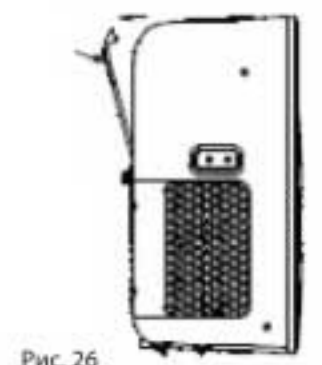

Рис. 26
- 1.1. Выньте верхний фильтр по направлению стрелки (Рис. 26), затем сдвиньте фильтр вниз.